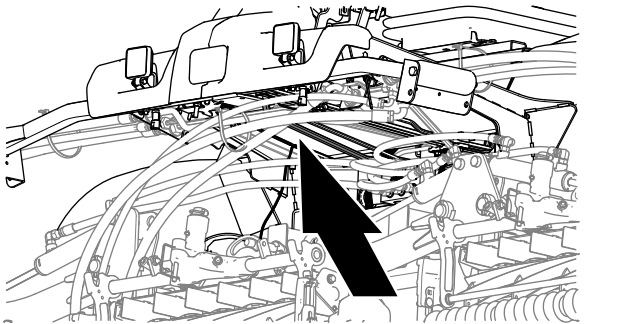
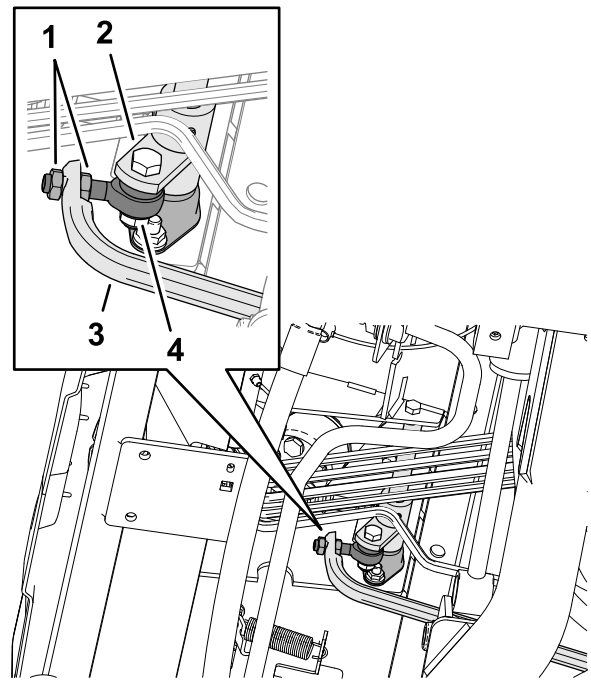

Figura 151
Figura 152
5. Ajuste las tuercas autoblocantes del extremo de la varilla para desplazar la varilla de tracción hacia delante y eliminar el movimiento de la máquina hacia delante, o bien hacia atrás y eliminar el movimiento hacia atrás (Figura 151 y Figura 152).